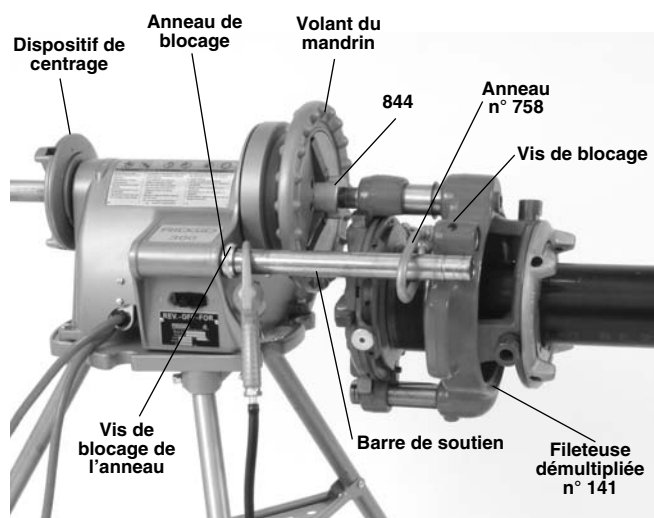

Figure 13 – Fileteuse démultipliée modèle 141 en montage direct sur système d'entraînement
3. **Modèle 141** – Desserrez la vis de blocage du bossage de montage des accessoires de la fileteuse démultipliée. Engagez l'anneau n° 758 dans le bossage et serrez la vis de blocage pour l'arrimer. Amenez la barre de soutien côté commutateur à travers l'anneau n° 758, puis serrez son anneau de blocage pour la tenir en position (Figure 13).